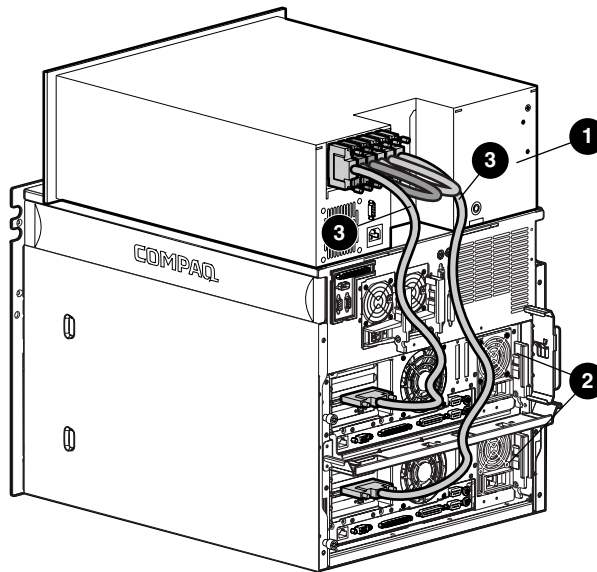

Abbildung 2. Anschließen der Kabel an die Server
3. Schließen Sie die Kabel an jedem Serverknoten an (siehe Abbildung 2).
1. Schließen Sie die Kabel an die vorhandenen Compaq 64-Bit Dual Channel Wide-Ultra2 SCSI Controller an (siehe Abbildung 2).
HINWEIS: Ihre tatsächliche Konfiguration unterscheidet sich unter Umständen geringfügig von der in Abbildung 2 dargestellten Konfiguration.